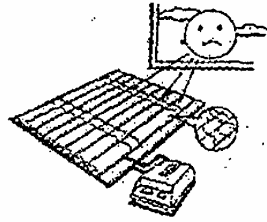

Рис.10
2) Избегайте прямого попадания солнечных лучей. Смотри Рисунок 10.